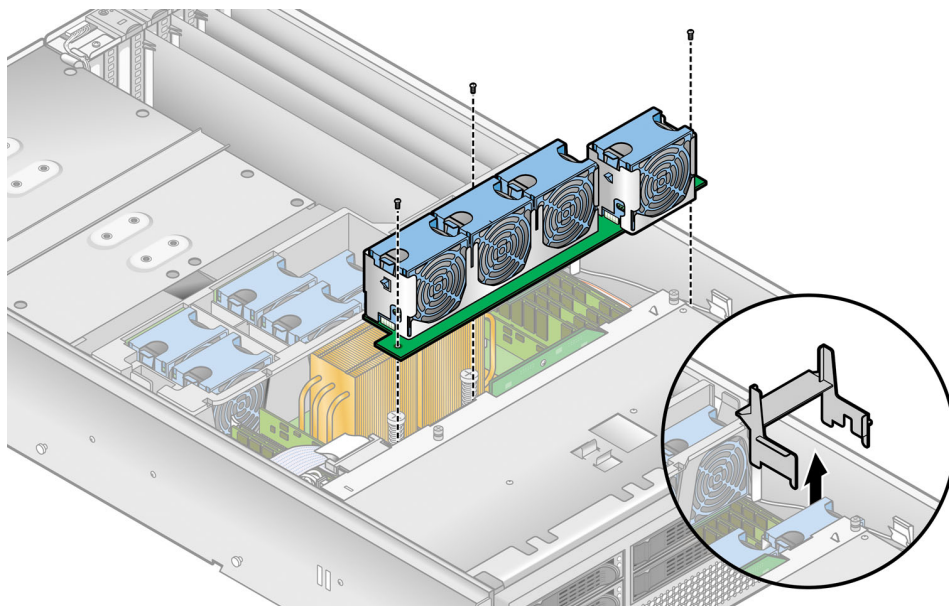

図 4-22 正面ファンケージ構成部品の取り外し
3. プラスチック製のエアバッフルをファン 12 の底部から取り外します (図 4-22 を参照)。
4. ファンケーシング構成部品をマザーボードに固定している3本のねじを外します (図 4-22 を参照)。